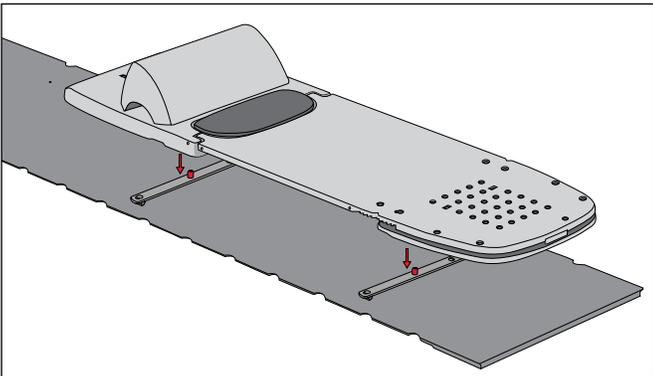

ABB. 2
2. Positionieren Sie den Access Supine so über der Indexschiene, dass die Bohrungen in der Grundplatte an den beiden Zapfen in den Indexschienen ausgerichtet sind (Abb. 2).